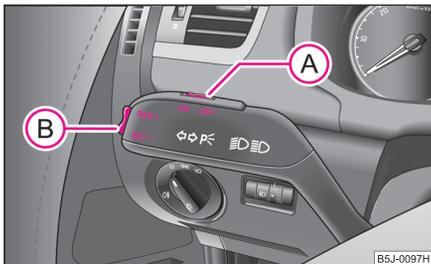

Abb. 105 Bedienungshebel: Wippe und Schiebeschalter der Geschwindigkeits-Regelanlage
- Drücken Sie den Schalter **A** ⇒ Abb. 105 in die Stellung **ON**.
- Die gespeicherte Geschwindigkeit können Sie ohne Betätigung des Gaspedals durch Drücken der Wippe **(B)** ⇒ Seite 96, Abb. 105 in die Position **RES+** erhöhen.
- Drücken Sie den Schalter **(A)** ⇒ Seite 96, Abb. 105 nach rechts in die Stellung **OFF**. ■